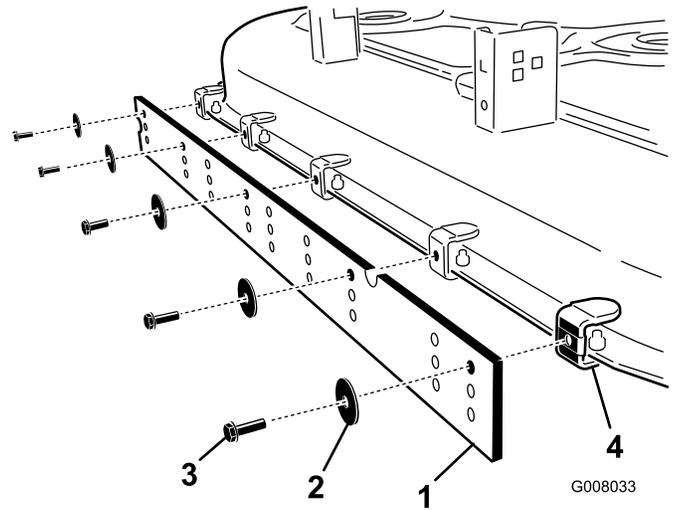

Figure 7
4. Montez le racloir sur les supports (Figure 7).